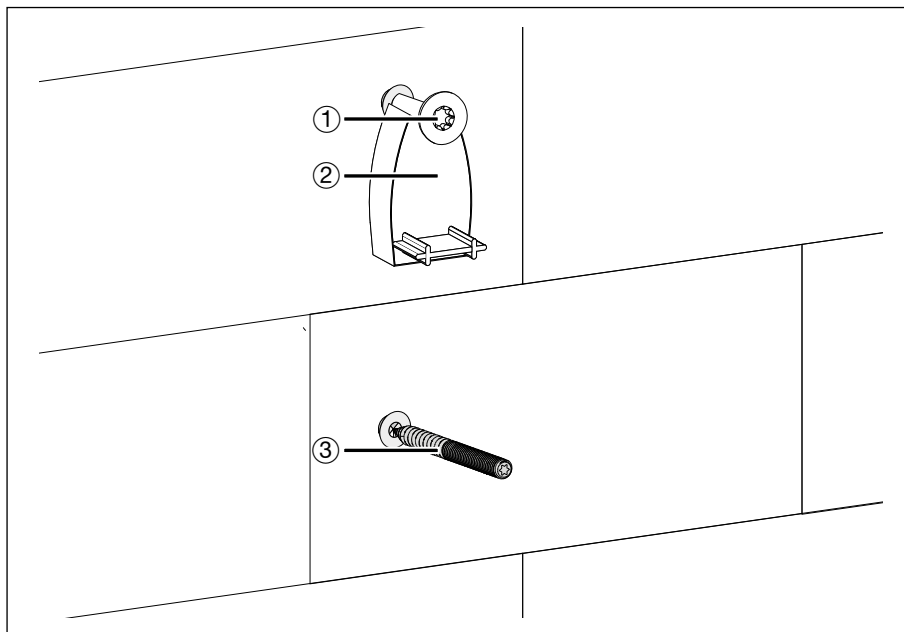

Bild 15: Montering av skruvarna på en vägg
- ① Skruv med platt skalle 5 x 60
- ② Monteringshjälp
- ③ Skruv för upphängning
- ⑨ Klipp av de båda hållöglorna ① med en sidavbitare.
- ⑩ Tryck ut skyddslocket ②.
- ⑪ Sätt kabelhållaren med öppningen ③ på skruven med platt skalle (se bild 15: Montering av skruvarna på väggen).
- ⑫ Placera öppningen ④ över skruven för upphängning.
- ⑬ Lägg på shimen på skruven för upphängning genom den nedre öppningen i kabelhållaren.
- ⑭ Skruva sedan på kupolmuttern på skruven för upphängning.
- ⑮ Dra åt kupolmuttern med en skruvnyckel på 10 mm genom kabelhållarens nedre öppning.
- ⑯ Sätt skyddslocket ② på kabelhållaren igen.